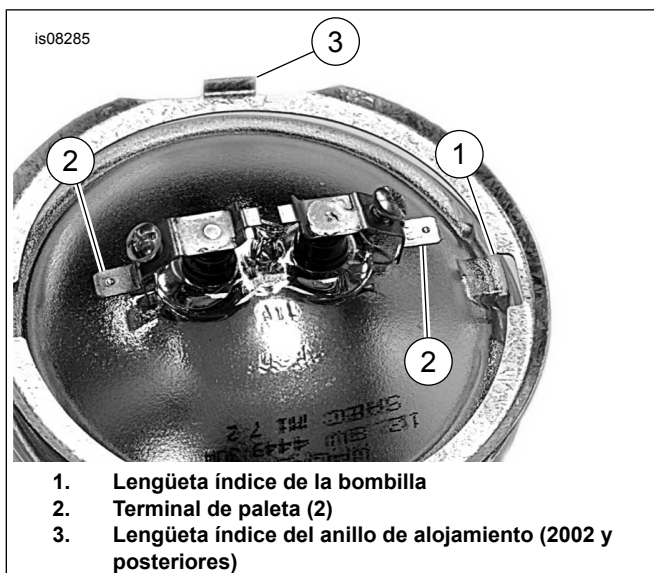

Figura 3. Terminales de la bombilla de la luz auxiliar
7. Vea Figura 3. Coloque el anillo de alojamiento interior en la bombilla. Conecte el cable negro al terminal de paleta de la bombilla al lado de la lengüeta índice de la bombilla (1) en la bombilla. Instale el cable gris en el terminal de paleta restante.
9. Deslice el conducto (7) del kit sobre el cable de la luz.